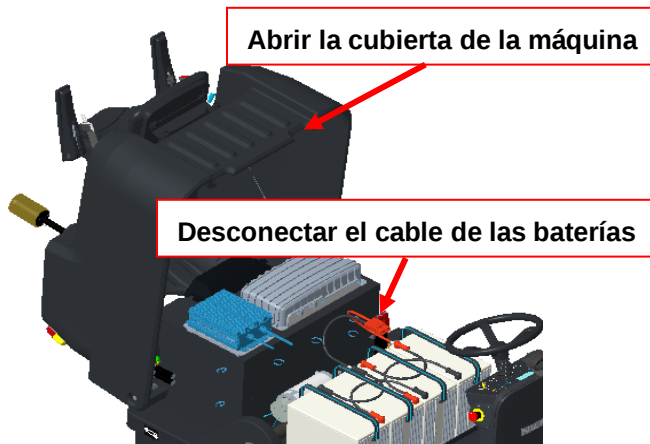

Figura 8
2. Abra la cubierta de la máquina y luego desconecte la alimentación de la batería (Figura 8).